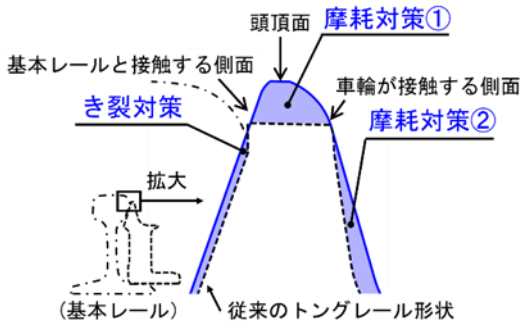
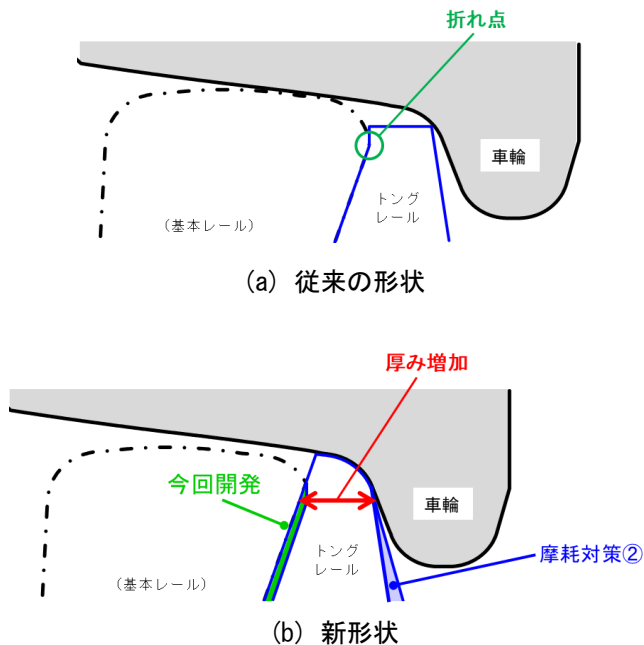

図3 形状の比較 (青い部分が変更箇所)
図9 応力集中の要因排除と厚みの増大によるき裂対策
新形状のトングレールには、大きく分けて3つの特徴(図3)があります。
(3) き裂対策：応力集中の要因を無くすとともに厚みを増す(図9)
基本レールと接触する側面(図3)を直線状にすることで、応力集中の要因(図9(a)の「折れ点」)を無くし、かつ摩耗対策②とあわせて厚みを増すことでレールの強度を高め、き裂の発生を抑制しました。
この改良で乗り越える壁は、折れ点を無くして直線状の側面形状に変更すること(図9(b))への安全性の説明でした。従来の形状で折れ点が設けられていた理由を、文献調査やできる限り多くの分岐器設計の実務経験者に問い合わせましたが、確かな回答は得られませんでした。推定理由を含めて得られた回答のうち、特に安全に関する事項に対するシミュレーション解析等による検証を行い、問題がないとの結論を得ました。なお、折れ点がないトングレールは、ヨーロッパでは一般的に使用されています。また、厚みを増す改良は、この開発より前の